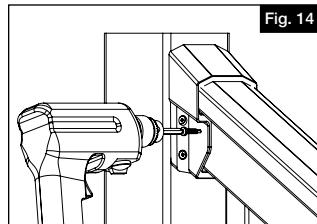

Fig. 14
- Installer les vis à tête carrée no 10 x 2½ po (63,5 mm) (Fig. 14).
- Percer un avant-trou sur un côté (à l'extérieur de l'installation de la rampe d'escalier) du support de la main courante au moyen d'un foret de $\frac{1}{8}$ po (3,2 mm). Le trou doit être orienté comme indiqué (Fig. 14). Enfoncer une vis à tête cylindrique no 10 x 1 po (25 mm) à travers le support jusqu'à la main courante.